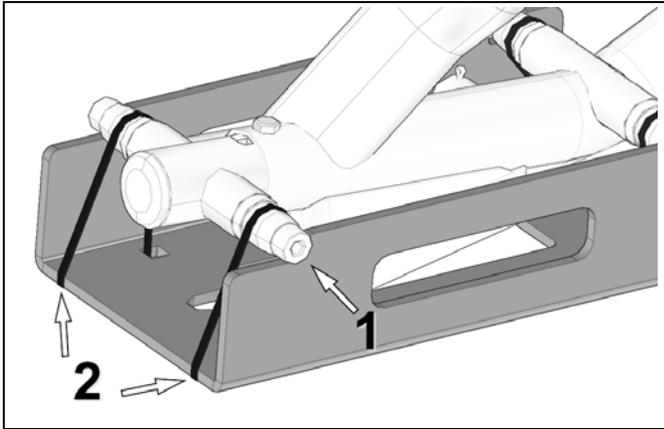

Abbildung 38
Stecken Sie die Enden der Radachse des Kettenspanners in die Auskerbungen (1) an den Ecken des Werkzeugs. Befestigen Sie das Ausrichtwerkzeug mittels der mitgelieferten Kabelbinder (2) am Rahmen des Raupenkettensystems. Siehe Abbildung 38.